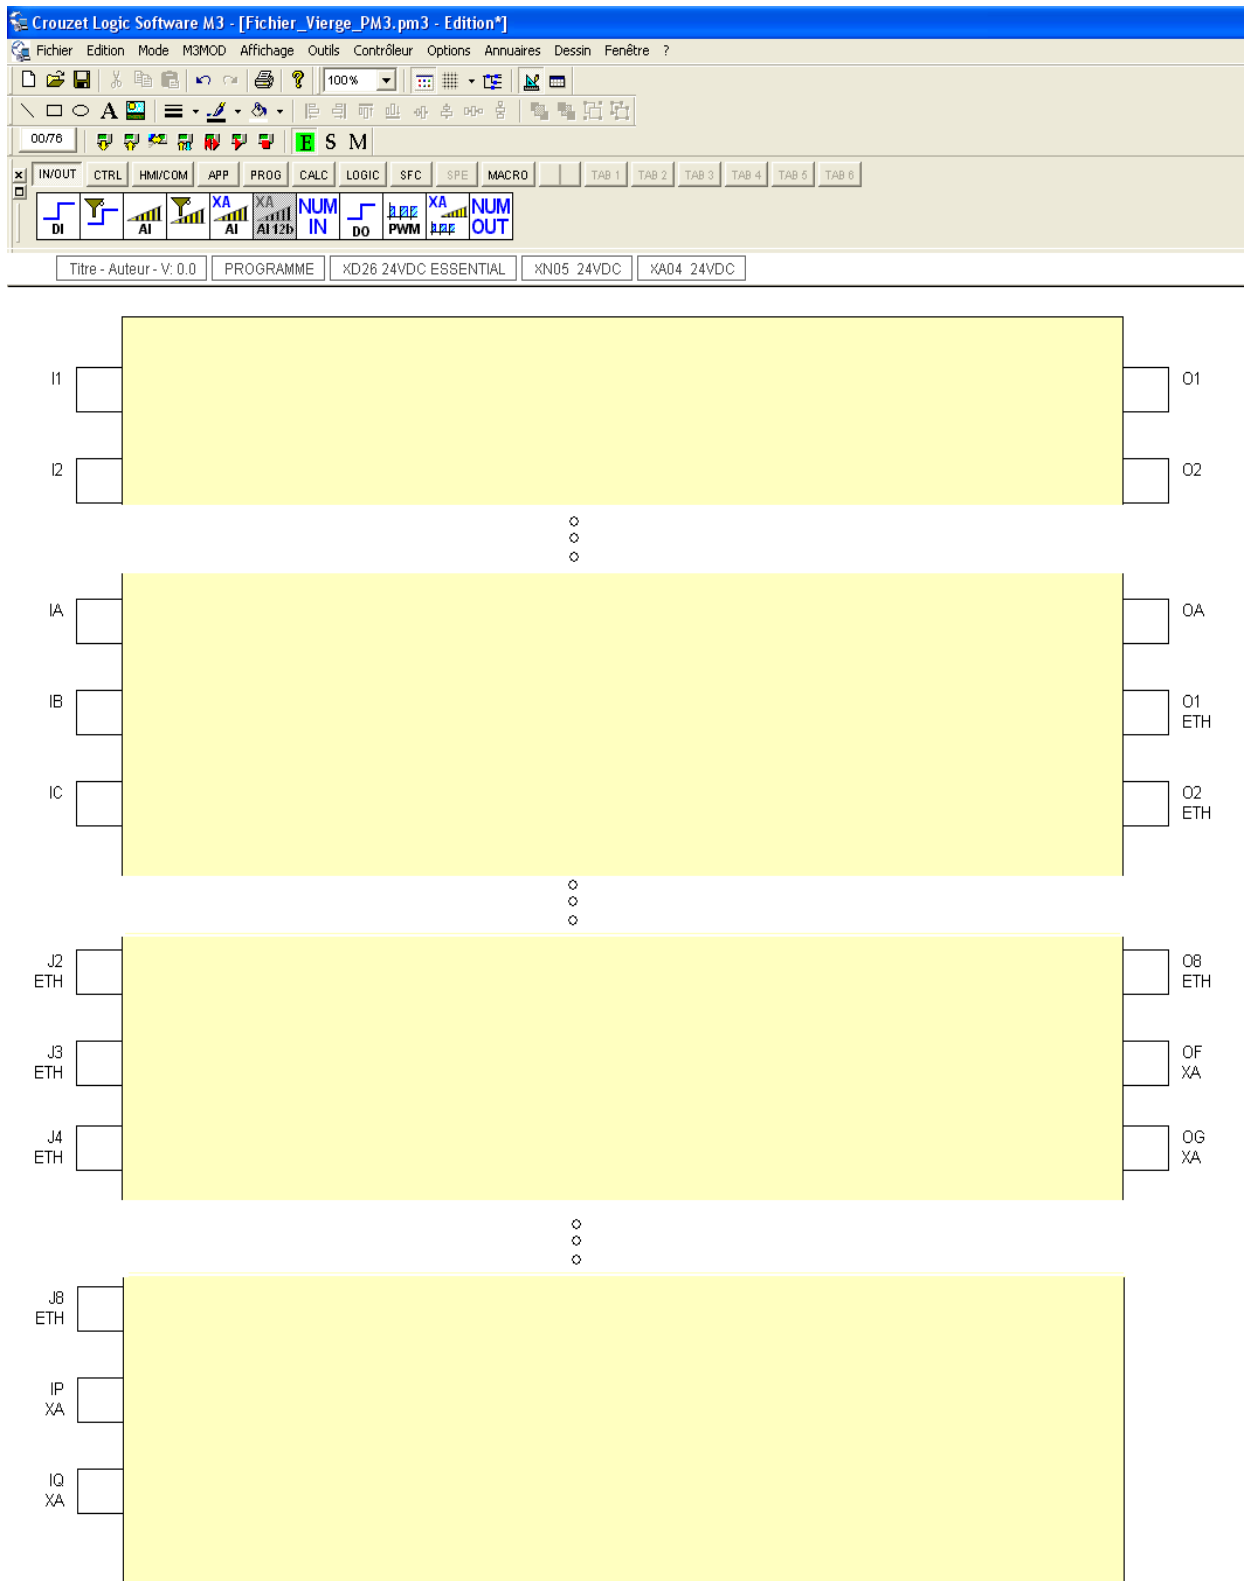

Figure 3 : un fichier .pm3 vierge
L'automate Millenium 3 de Crouzet est programmé par le logiciel Crouzet Logic Software (M3 SOFT). Un fichier vierge à programmer en langage fonctionnel block diagram (FBD) se présente sous la forme présentée en figure 3.
- 4) Sur les figures 3, 4, repérez les symboles des interfaces d'entrées et sorties du Millenium 3, et de l'extension analogique XA04. Quel est le nom des entrées de l'extension analogique XA04 ? Retrouvez ces entrées sur les figures 3 et 4.
- 7) Repérez les entrées correspondantes sur la figure 3.